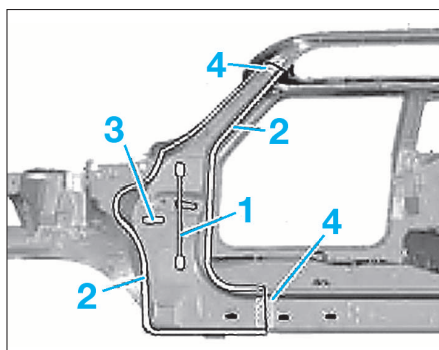

FIG. 9
- souder les zones (2) et (3) (Fig.9).